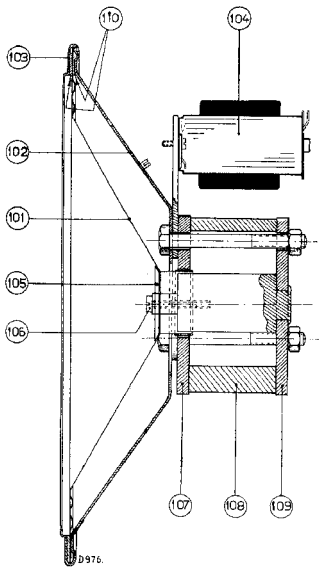

Fig. 7
2. Zorg dat voor- en achterplaat (fig. 7 pos. 107 en pos. 109) in geen geval van de magneet getrokken worden; hierdoor zou deze (eventueel bij reparatie op een ijzeren plaat) verzwakken.